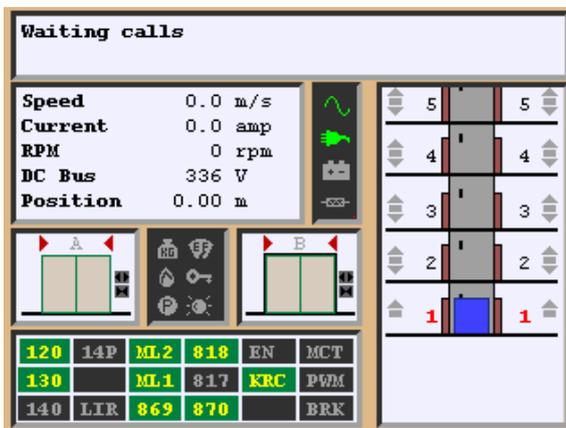

Figure-16 : Mise à zéro des étages
- Une autre méthode consiste à appuyer sur la touche "Info" pendant que AREM se trouve sur l'écran principal (Figure-16).